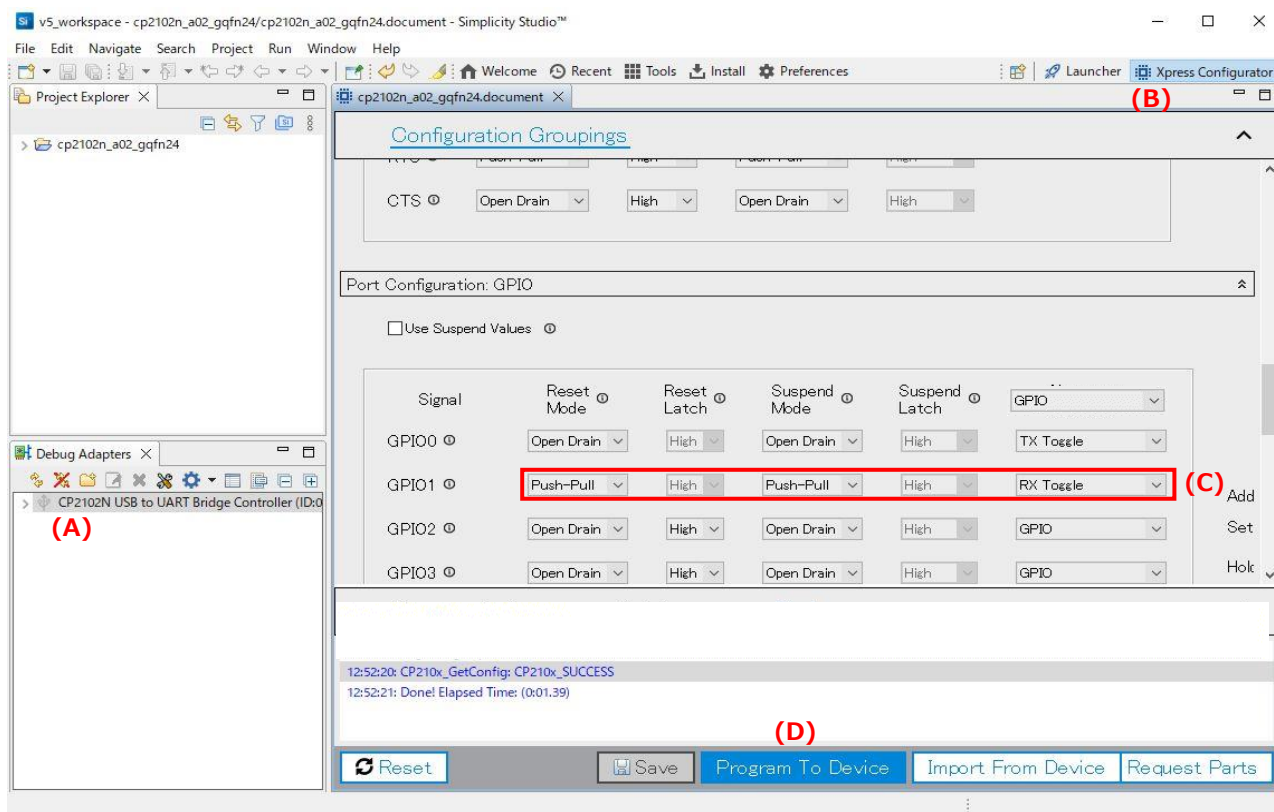

図 2-1
- ① 本インターフェース基板と Windows PC を USB で接続し、Simplicity Studio を起動します。
- ② 図 2-1 の様に、PC に接続されている CP2102N を選択します(A)。
- ③ [Compatible Tools] → [Xpress Configurator] を起動します(B)。
- ④ GPIO1 を表 2-2 の設定に変更します(C)。